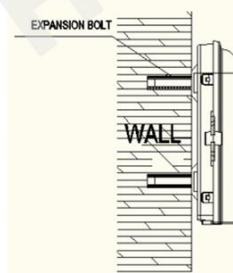

Fig.4 Instalación en pared
1. Instalación en pared Taladre 4 agujeros sobre la pared según el tamaño de la tabla 1, coloque el perno de expansión $\Phi 5.5 \times 30$, coloque la caja para que coincida con los orificios y use el perno para sujetar. (Fig. 4)